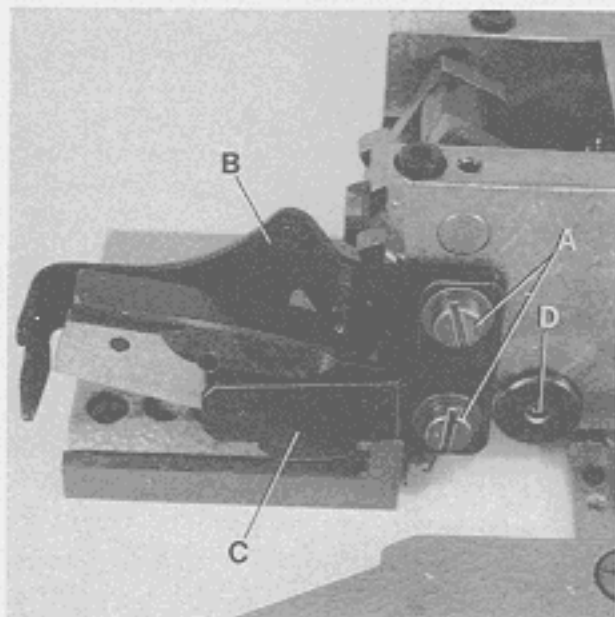
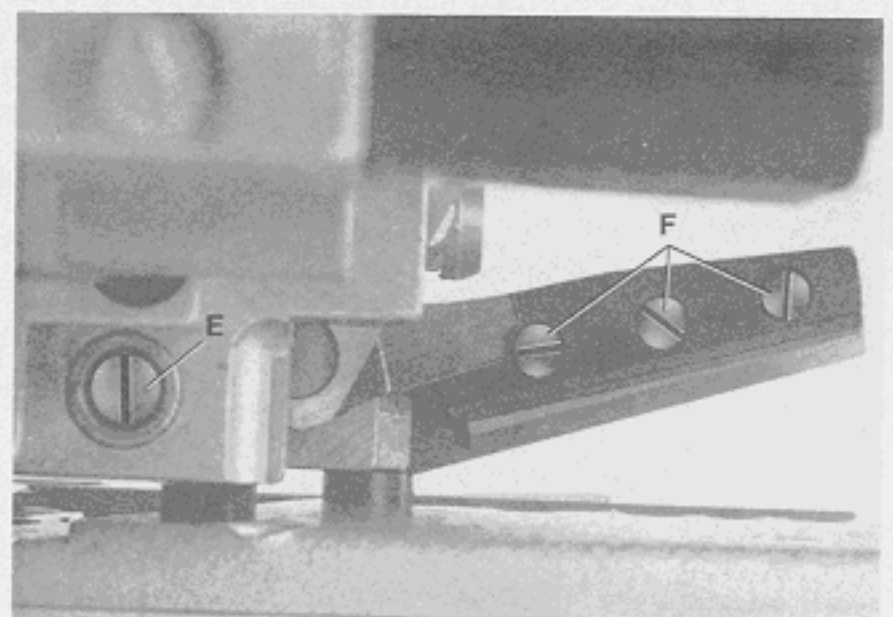
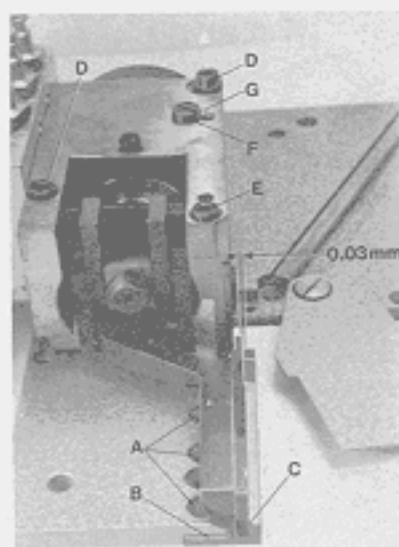

Fig.63
Fig.64
Fig.66
Loosen screws (A, Fig. 63) and remove the two finger guards (B and C).
Loosen screw (D, Figs. 63 and 65) and turn screw (E, Figs. 64 and 65) a few revolutions counterclockwise until the pressure of upper knife against lower knife is released.
Remove the three knife fastening screws (A, Fig. 66) and replace the lower knife.
The cutting edge of lower knife should be flush with the top surface of cloth plate. When assembling a new lower knife two shims (B, Fig. 66) each 0,4 mm (1/64 in.) thick, have to be placed between lower knife and cloth plate. When assembling a resharpened knife one or both shims have to be removed, according to the stock removed while grinding, in order to have the lower knife cutting edge flush with cloth plate top surface. Tighten knife fastening screws.
Remove the three upper knife fastening screws (F, Fig. 64) and replace the upper knife.
Lösen Sie die Schrauben (A, Fig. 63) und entfernen Sie die beiden Fingerschutzteile (B und C).
Lösen Sie die Schraube (D, Fig. 63 und 65) und drehen die Schraube (E, Fig. 64 und 65) einigemal im Gegenuhreiger Sinn bis das Obermesser nicht mehr gegen das Untermesser drückt.
Entfernen Sie die drei Messerbefestigungsschrauben (A, Fig. 66) und tauschen Sie das Untermesser aus.
Die Schneide des Untermessers muß auf gleicher Höhe mit der Stoffplattenoberfläche stehen. Beim Einbau eines neuen Untermessers werden zwei je 0,4 mm dicke Unterlegbleche (B, Fig. 66) zwischen Untermesser und Stoffplatte gelegt. Beim Einbau nachgeschärfter Messer müssen, entsprechend dem abgeschliffenen Material, ein oder beide Unterlegbleche entfernt werden, damit die Untermesserschneide auf gleicher Höhe mit der Stoffplattenoberfläche ist. Ziehen Sie die Messerbefestigungsschrauben an.
Entfernen Sie die drei Obermesser-Befestigungsschrauben (F, Fig. 64) und tauschen Sie das Obermesser aus.
Press upper knife lever with upper knife in its down position. Cutting edges of upper and lower knife should overlap approx. 0,5 mm (.020 in.) at the knife tips (C, Fig. 66). For this adjustment, the upper knife fastening screws (F, Fig. 64) can be relocated a little bit up or down in the holes of the upper knife lever.
Loosen screws (D, Fig. 66) slightly, and keep screw (E) securely tightened. Press upper knife lever in its down position.
Remove screw (F, Fig. 66) and rotate eccentric rod (G) so that the upper and lower knife contact each other at the knife tips (C), and at the lower knife pilot arises a distance of 0,03 mm (.0012 in.) (see Fig. 66).
Make sure that eccentric rod (G, Fig. 66) does not turn while tightening screws (D) and turning in screw (F).
Turn screw (E, Figs. 64 and 65) clockwise until the upper knife exerts a markable pressure against lower knife. Lock screw (E, Figs. 64 and 65) with screw (D) and make cutting tests with air pressure.
Drücken Sie den Obermesserhebel mit dem Obermesser in die untere Stellung. Ober- und Untermesser sollen sich an den Messerspitzen (C, Fig. 66) etwa 0,5 mm überlappen. Die Obermesser-Befestigungsschrauben (F, Fig. 64) lassen sich für diese Einstellung in den Bohrungen etwas nach oben oder unten verlagern.
Lösen Sie die Schrauben (D, Fig. 66) leicht, die Schraube (E) muß fest angezogen bleiben. Drücken Sie den Obermesserhebel in die unterste Stellung.
Entfernen Sie die Schraube (F, Fig. 66) und drehen Sie den Exzenterbolzen (G) so, daß sich Ober- und Untermesser an der Spitze (C) berühren und am Untermesser-Führungzapfen ein Abstand von etwa 0,03 mm entsteht (siehe Fig. 66).
Achten Sie darauf, daß sich der Exzenterbolzen (G, Fig. 66) beim Anziehen der Schrauben (D) und Einschrauben der Schraube (F) nicht verdreht.
Drehen Sie die Schraube (E, Fig. 64 und 65) im Uhrzeigersinn bis das Obermesser einen gut spürbaren Druck gegen das Untermesser ausübt. Kontern Sie die Schraube (E, Fig. 64 und 65) mit der Schraube (D) und machen Sie Schneidproben mit Druckluftantrieb.